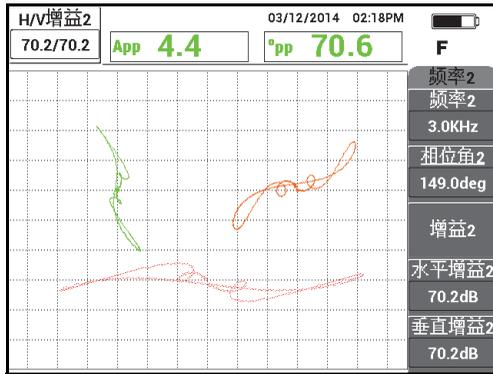

图 5-143 调节来自管板圆环的频率 2 信号的增益
9. 按四下增益键（dB），然后调节 H/V 增益 2（水平 / 垂直增益 2），直到管板圆环的频率 2 信号延伸至屏幕上大约 10 个水平分区（参见第 213 页的图 5-143）。